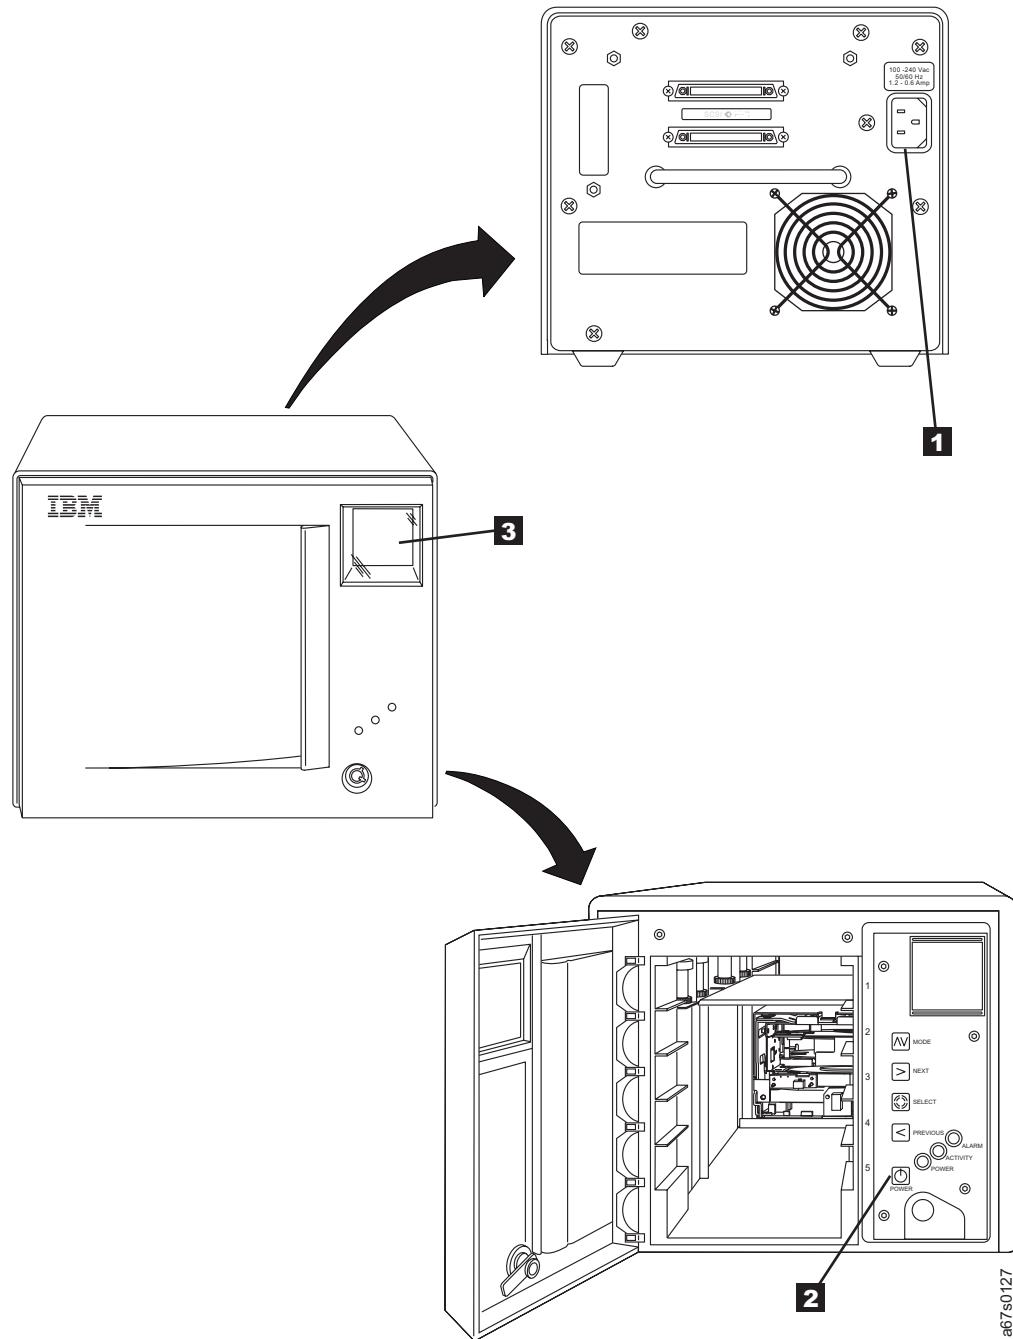

Abbildung 2. Bandkassetten-Autoloader IBM 3581 an die Stromversorgung anschließen
- 2. Schließen Sie das eine Ende des Netzkabels an der Rückseite des Bandkassetten-Autoloaders IBM 3581 (siehe **1** in Abb. 2 auf Seite 8) und das andere Ende dann an eine geerdete Netzsteckdose an.
- 3. Öffnen Sie die vordere Tür, und schalten Sie den Bandkassetten-Autoloader IBM 3581 ein, indem Sie die Taste POWER (**2** in Abb. 2 auf Seite 8) drücken. Hat der Autoloader den Selbsttest beim Einschalten (POST) für das Laufwerk und das Kassettenarchiv abgeschlossen, erscheint **LdR REAdY** in der Nachrichtenanzeige **3**. Tritt ein Fehler auf, erscheint **RObOT POST** oder **dRIVE POST**. Benötigen Sie Hilfe, rufen Sie die URL-Adresse <http://www.ibm.com/storage/lto> im Web auf, oder wenden Sie sich zwecks Fehlerbestimmung oder Austausch der Maschine an Ihre Verkaufsstelle.